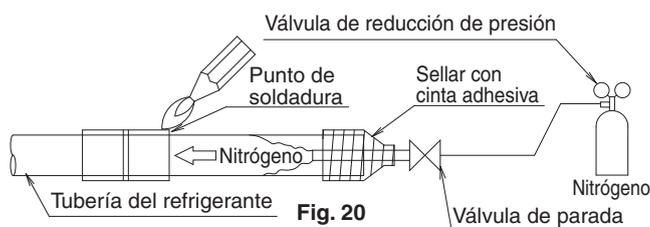

Fig. 20
- * Antes de soldar la tubería del refrigerante, aplique nitrógeno a través de la misma, para sustituir el aire por nitrógeno. A continuación, proceda con la soldadura (NOTA 2). **(Consulte la Fig. 20)** Tras finalizar las tareas de soldadura, lleve a cabo la conexión abocardada con la unidad interior.